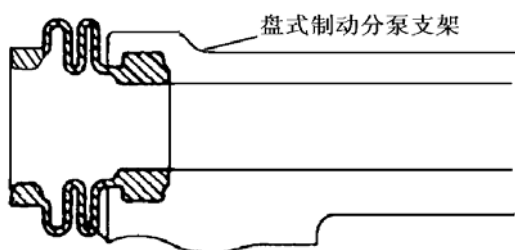

图 3—14
(1) 拆下 2 片带消音垫的制动片。
(2) 从每块片上拆下 1 号和 2 号消音垫片。
7) 拆卸前盘滑动销防尘套。从前盘式制动分泵支架上拆下 2 个防尘套，如图3—14所示。
9) 拆下制动分泵防尘套。用螺丝刀拆下固定环和防尘套，如图3—15所示。